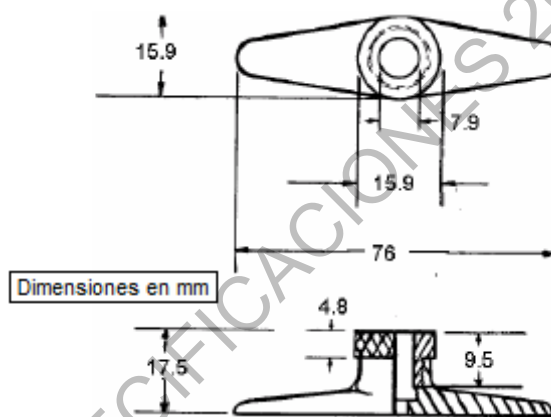

Figura 714 - 3. Soporte para termómetro
- 5.7** *Embudo de filtración* – Como el que se muestra en la Figura 714 - 4, equipado con tamices intercambiables de 150 μm (No. 100) y 75 μm (No. 200).
- 5.8** *Matraz receptor* – De 60 ml de capacidad, de las características mostradas en la Figura 714 - 5.